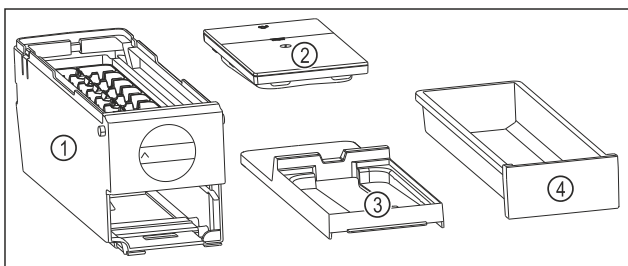

Fig. 295 Bestandteile des EasyTwist-Ice
- ▶ EasyTwist-Ice ist in vier Teile zerlegt. (siehe Fig. 295)
- ▶ EasyTwist-Ice nur in abgebildete Bestandteile zerlegen. (siehe Fig. 295)
- ▶ EasyTwist-Ice-Korpus Fig. 295 (1) als Ganzes reinigen.